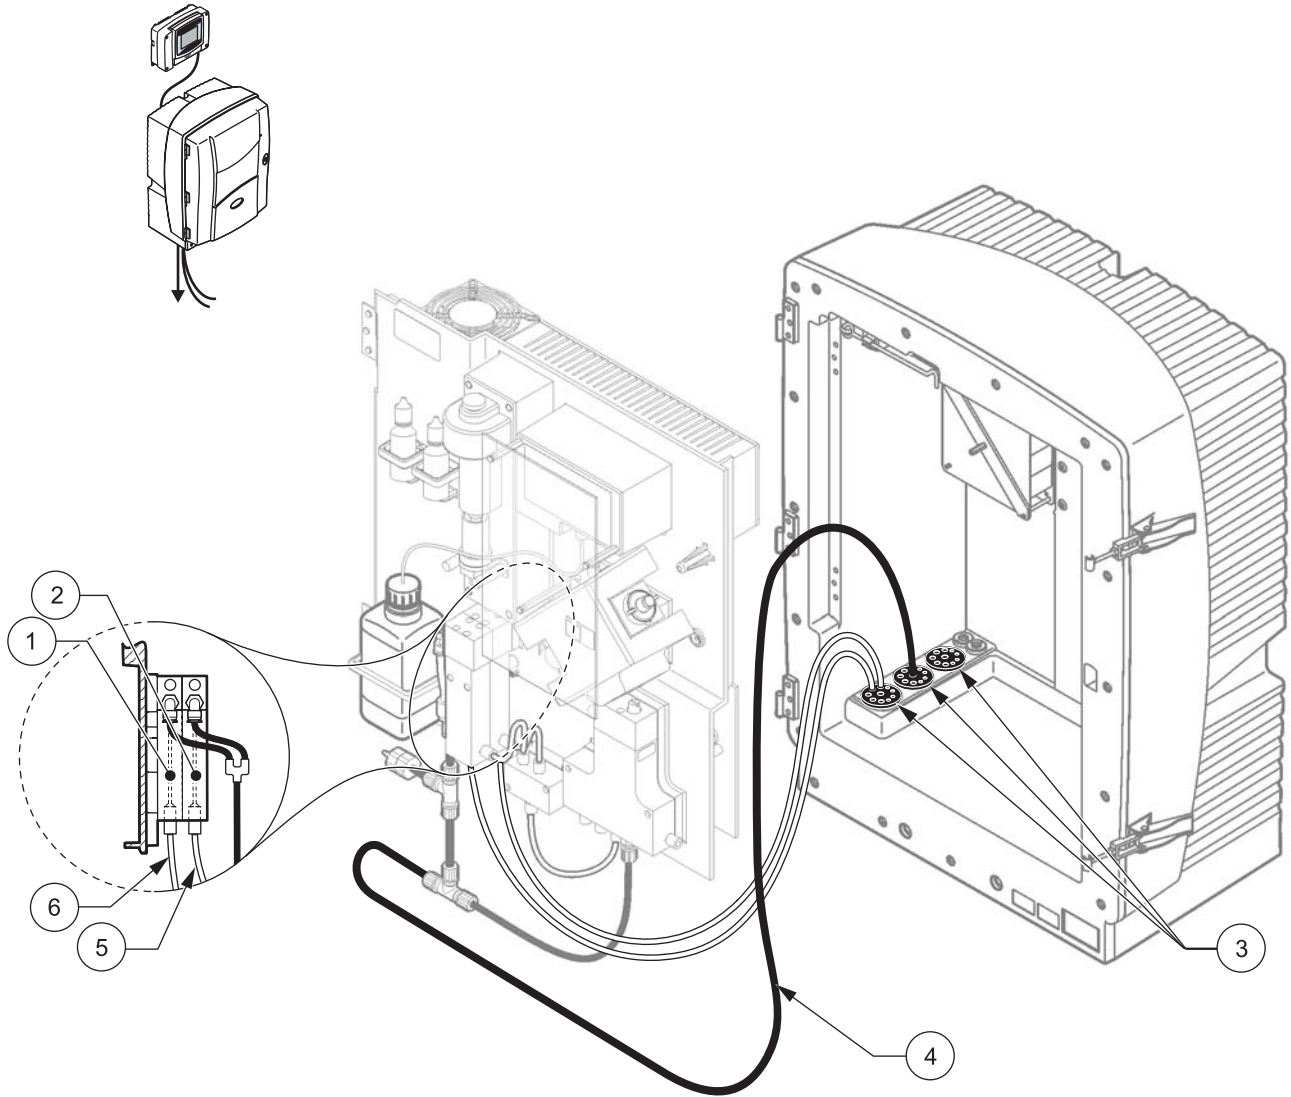

图 36 选项 11a 设置
请参考图 36 以及选项 11a 的以下说明：
3. 使用 3 号密封塞通过分析器引出排放管（图 36，项目 4）。